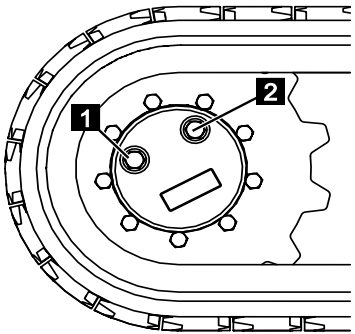

Fig. 177
8. Bien resserrer les raccords vissés (Fig.177/1 et 2) avec les joints ou les rondelles en cuivre.